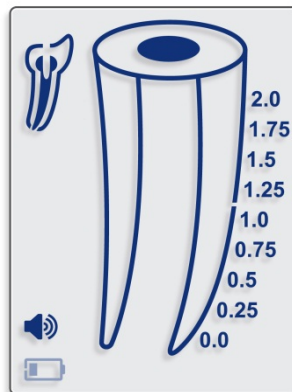

Fig. 2
- 7.2.2. Når batterinivået er lavt, skal den blinkende Lav Batteri-indikatoren vises på skjermen (Fig.2). **S5 Apex Locator** skal fortsette med normal drift også med et lavt batterinivå, men batteriet bør byttes før det mister all kraft.